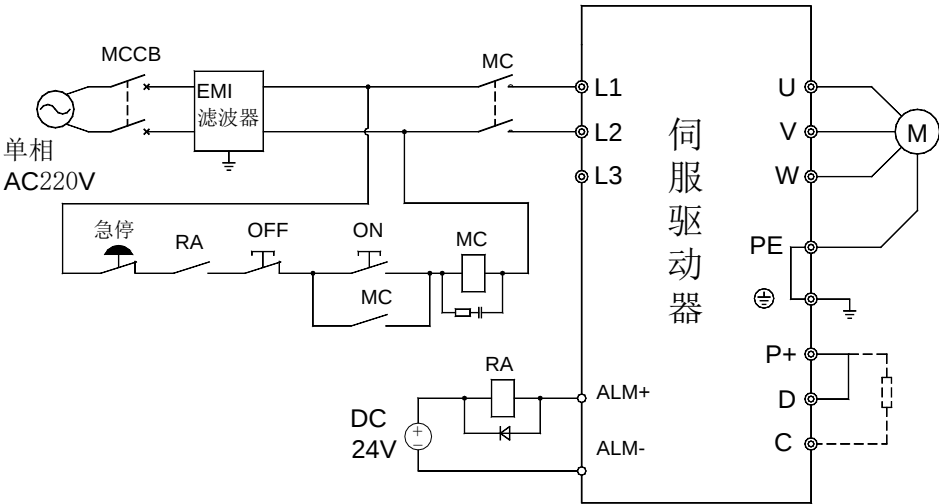
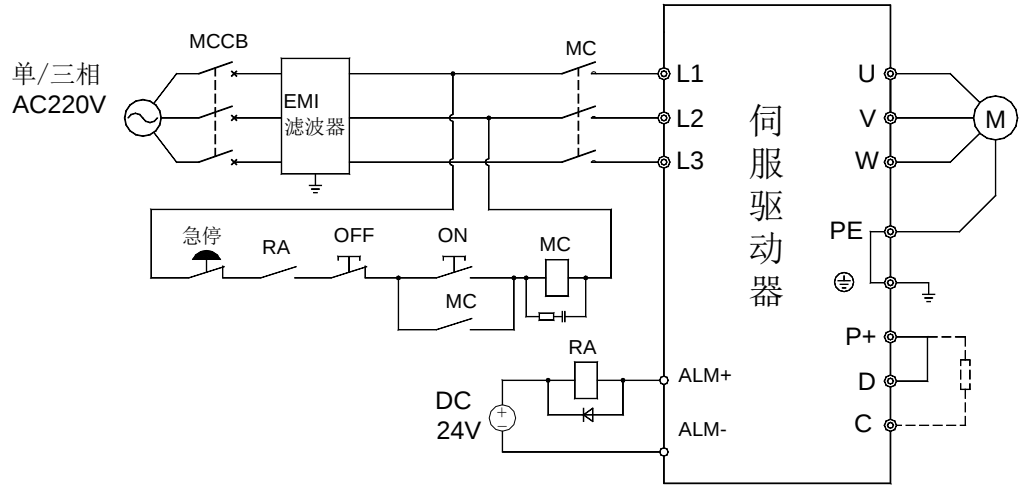

图3-1 单相电源接线图
图3-2 三相电源接线图
- 电源连接请参照图 3-1 及图 3-2，并按以下顺序接通电源：